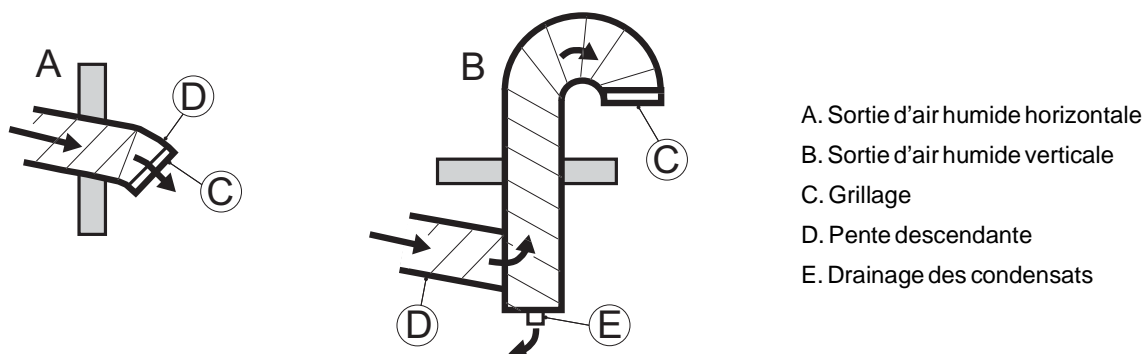

Figure 3.25 Schéma de la sortie d'air humide
- Les gaines d'air humide horizontales doivent être installées avec une légère pente descendante (à partir du déshydrateur) pour drainer toute condensation éventuelle. Des drains de condensation adaptés doivent être installés aux points bas de la gaine d'air humide, voir *Figure 3.25*.